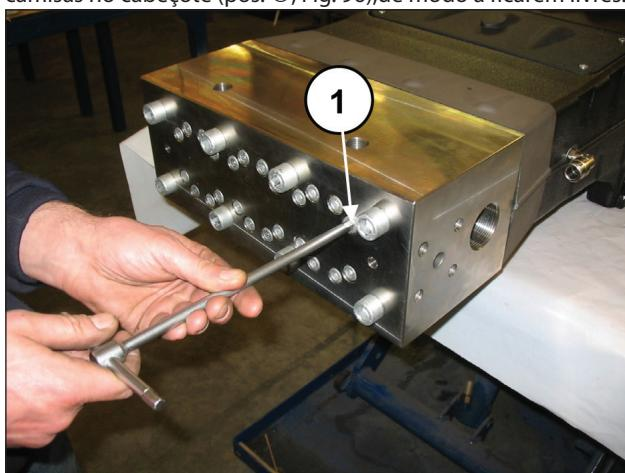

Fig. 96
Afrouve, sem remover, os parafusos M10x140 de fixação das camisas no cabeçote (pos. ①, Fig. 96), de modo a ficarem livres.